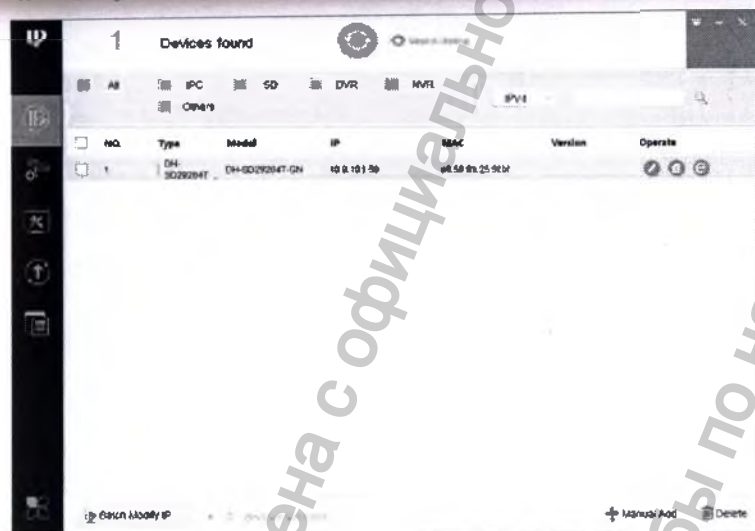

Рис. 3. Утилита ConfigTool для работы с камерами Dahua
4. Запустите установленную утилиту ConfigTool (рис. 3).